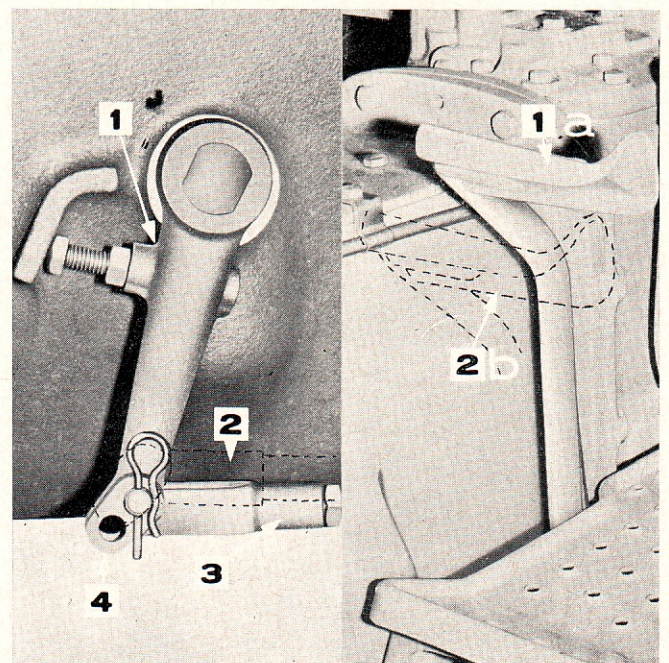

Figure 19: Position possibles de la pédale et de la tringle de débrayage
La chape montée à l'extrémité avant de la tringle de débrayage comporte deux séries de trous, offrant le choix de deux positions pour raccorder la tringle au levier de débrayage. Pour les travaux exigeant l'utilisation des deux embrayages, l'axe attelant la tringle de débrayage sur le levier de débrayage doit être introduit par les trous arrière de la chape (voir "Attelage 1", Figure 19). Si l'on a uniquement besoin de l'embrayage sur transmission, l'attelage s'effectue par les trous antérieurs de la chape. Dans cette position, la hauteur de la pédale de débrayage se trouve réduite, et sa course limitée ne permet d'actionner que l'embrayage de transmission ("Attelage 2", Figure 19).
4. Régler la longueur de la tringle de débrayage et la rebrancher sur le levier de débrayage dans la position „Attelage 1” (Figure 19), c'est à dire l'axe dans les trous arrière de la chape. La position de la chape sur la tringle doit être telle que l'arbre de prise de force (ou la poulie de battage) s'arrête de tourner au moment précis où la pédale de débrayage le plancher, ou juste avant.
5. Modifier le branchement de la tringle de débrayage sur le levier de débrayage en introduisant l'axe par les trous avant de la chape („Attelage 2”, Figure 19).